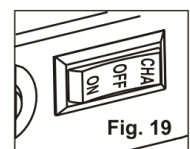

Fig. 19
- Assurez-vous que l'interrupteur est en position « OFF » avant de retirer la batterie. (Fig.19)